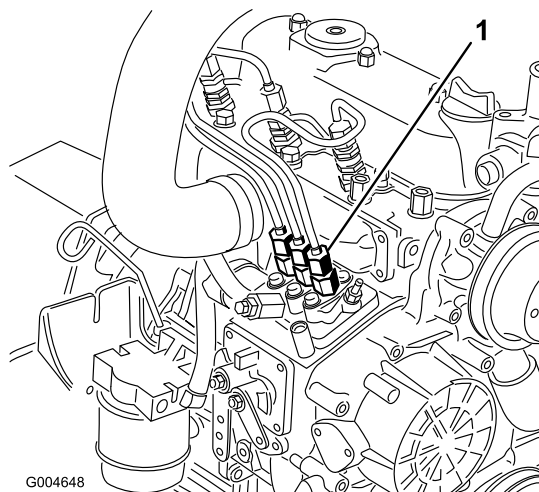

Figura 64
1. Coloque un trapo debajo del conector del tubo que viene desde la bomba de inyección a la boquilla del inyector N° 1, según muestra Figura 64.